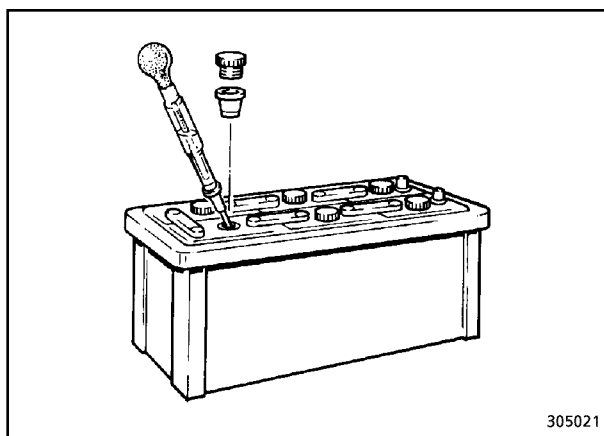

Fig. 1
- Desenroscar las caperuzas de cierre de la batería (Fig. 1).
- Medir la densidad de ácido de la batería por un acidómetro convencional (Fig. 1).